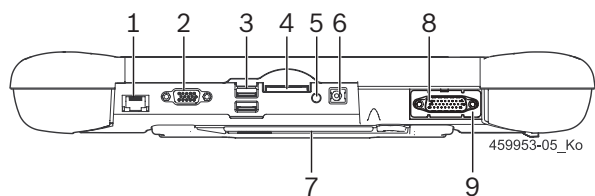

Abb. 2: KTS 350 Вид интерфейса
1. Вставить соединительный провод OBD в KTS 350 (рис. 2, поз. 8) и в разъем OBD автомобиля.